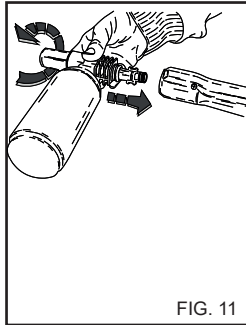

FIG. 11
- 2) Ta av förlängningsröret från fästet och sätt på sprutan för rengöringsmedel (fig. 11). Starta hetvattentvätten och spruta nedifrån och uppåt på den yta som ska tvättas. På modeller med uppsugning av rengöringsmedel öppnar du kemikaliekranen (fig. 5B) och för munstycket framåt. Låt verka några minuter.